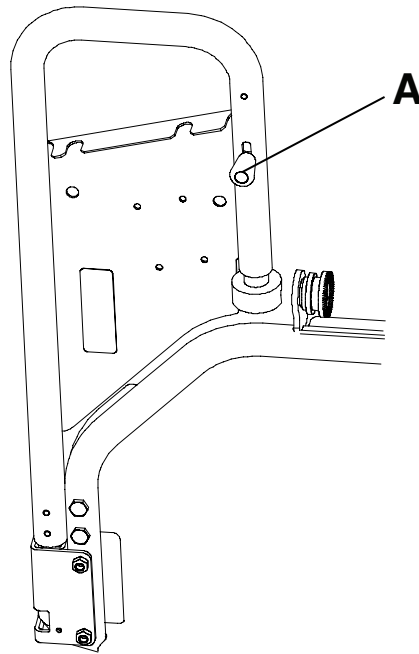

Figura 7 – Posizione del pomello rosso
2. Per rimuovere l'estensione dal lettino, tirare verso di sé il pomello rosso (A) sotto l'estensione (Figura 7). Ruotare l'estensione verso il basso ed estrarla direttamente dall'attacco.